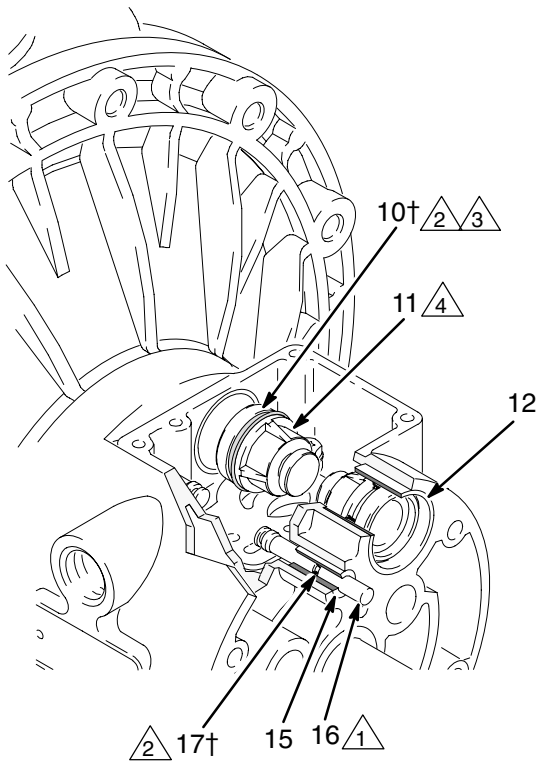

Fig. 9
4. Trek de twee aandrijvingszuigers (11) uit de lagers 12. Verwijder de U-vormige pakkingen (10) van de zuigers. Trek de regelpennen (16) uit de lagers (15). Verwijder de O-ringen (17) van de regelpennen. Zie Fig.9.
6. Inspecteer de lagers (12, 15) zonder ze te verwijderen. Zie Fig.9. De lagers zijn conisch, en moeten, indien beschadigd, vanaf de buitenzijde worden verwijderd. Hiervoor is het nodig het vloeistofgedeelte uit elkaar te halen. Zie pagina 20.
4. Breng een O-ring aan (17†) op elk van de regelpennen (16). Vet de pennen en O-ringen in. Steek de pennen in de lagers (15), met het **smalle eind** eerst. Zie Fig. 9.
5. Breng een U-vormige pakking (10†) aan op elke aandrijvingszuiger (11), zodanig dat de lippen van de pakkingen naar het **smalle** einde van de zuiger gericht zijn. Zie Fig. 9.
6. Smeer de U-vormige pakkingen (10†) en aandrijvingsstangen (11). Steek de aandrijvingszuiger in de lagers (12), met de **brede** kant eerst. Laat het smalle einde van de zuigers uitsteken bloot. Zie Fig. 9.